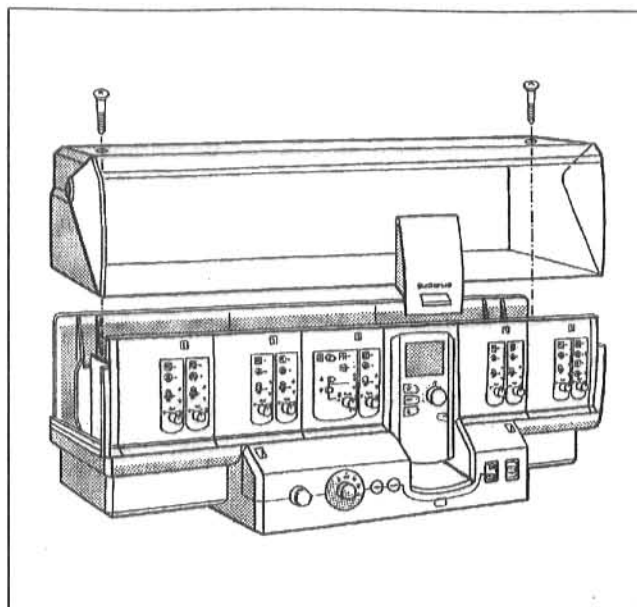
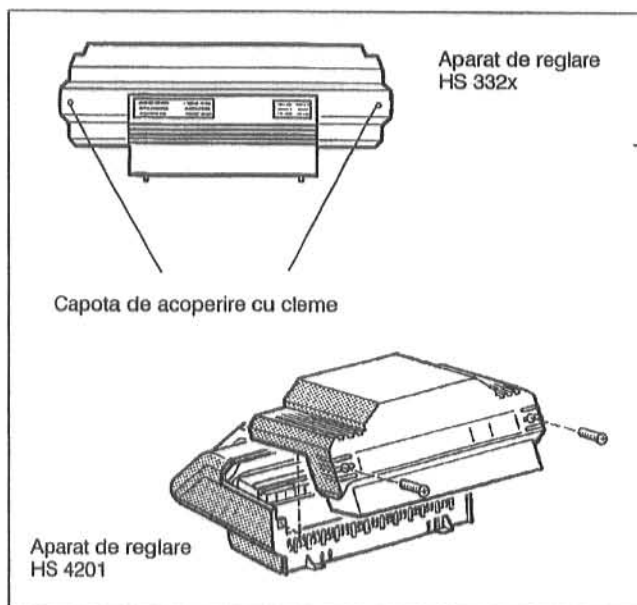

Fig. 12: Capota de acoperire cu cleme a aparatului de reglare HS 431x
Fig. 13: Capota de acoperire cu cleme
- Se deșurubează ambele șuruburi ale capotei de acoperire cu cleme a aparatului de reglare. Se scoate capota de acoperire cu cleme (Fig. 12 și Fig. 13).